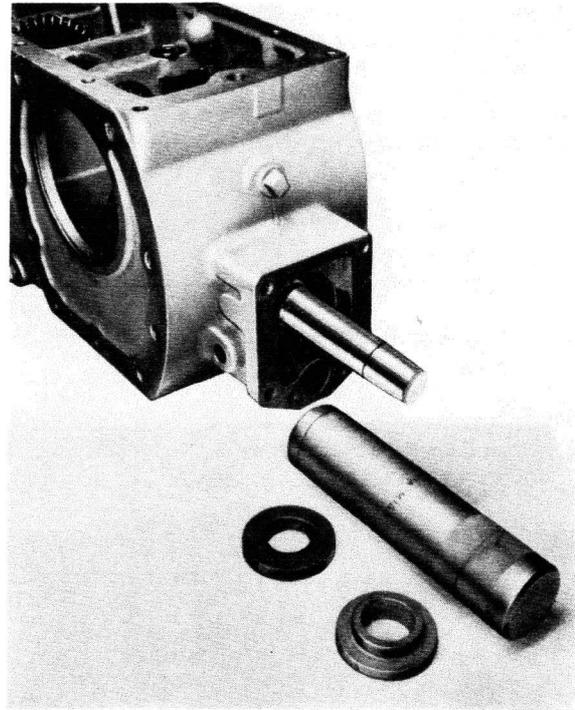

Fig. 18
- 3° Mettre en place une bague d'étanchéité neuve en utilisant les outils service Tampion MIGO équipé du manche creux MIGA, après avoir placé sur l'arbre, le fourreau de protection MIGI (fig. 18).